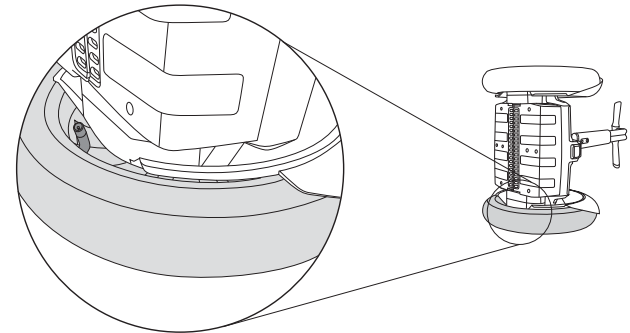

Abbildung 67: Position des Ventileinsatzes am i2 SE
3. Drehen Sie die Powerbase, bis der Ventileinsatz auf der Innenseite des Rads sichtbar ist (siehe **Abbildung 67**).